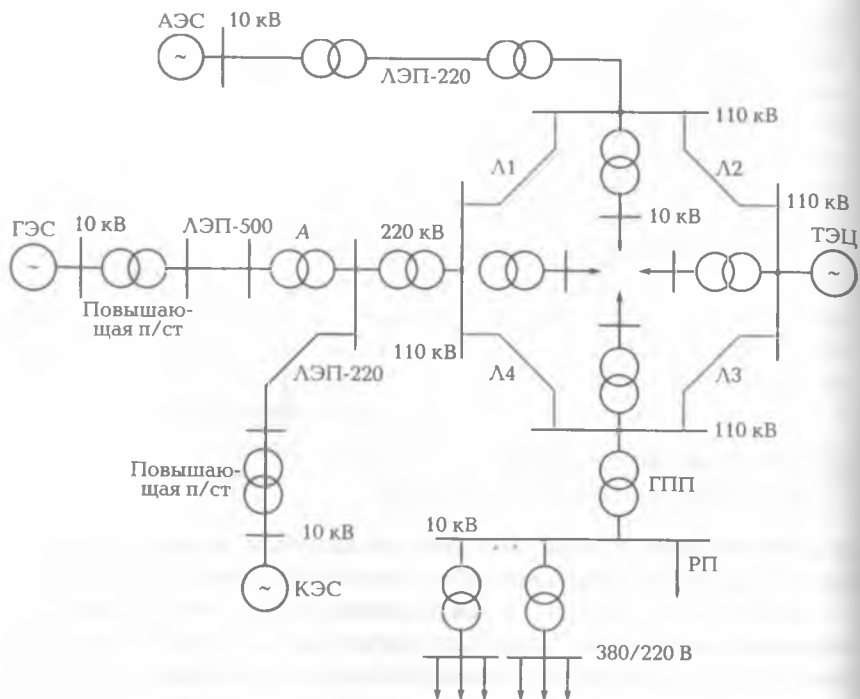

Рис. 8.3. Схема распределения электроэнергетики
Примерная схема распределения электроэнергии, в которой объединены ГЭС, ТЭС и АЭС, находящиеся на значительном расстоянии от потребителей электроэнергии, а также теплоэлектроцентраль (ТЭЦ), расположенная в центре промышленного района, приведена на рис. 8.3.
4. Какова суть распределения электроэнергии по схеме рис. 8.3? Нарисуйте схему.